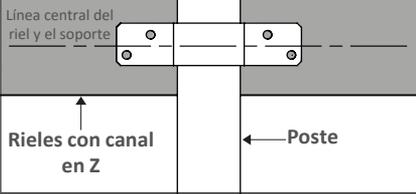

Fig. 21
2. Con los tornillos autorroscantes de cabeza hexagonal #14 de 1/4" x 1-1/4" [6 mm x 32 mm], sujete el riel con canal en Z al soporte y el poste, como se muestra en la Fig. 21.